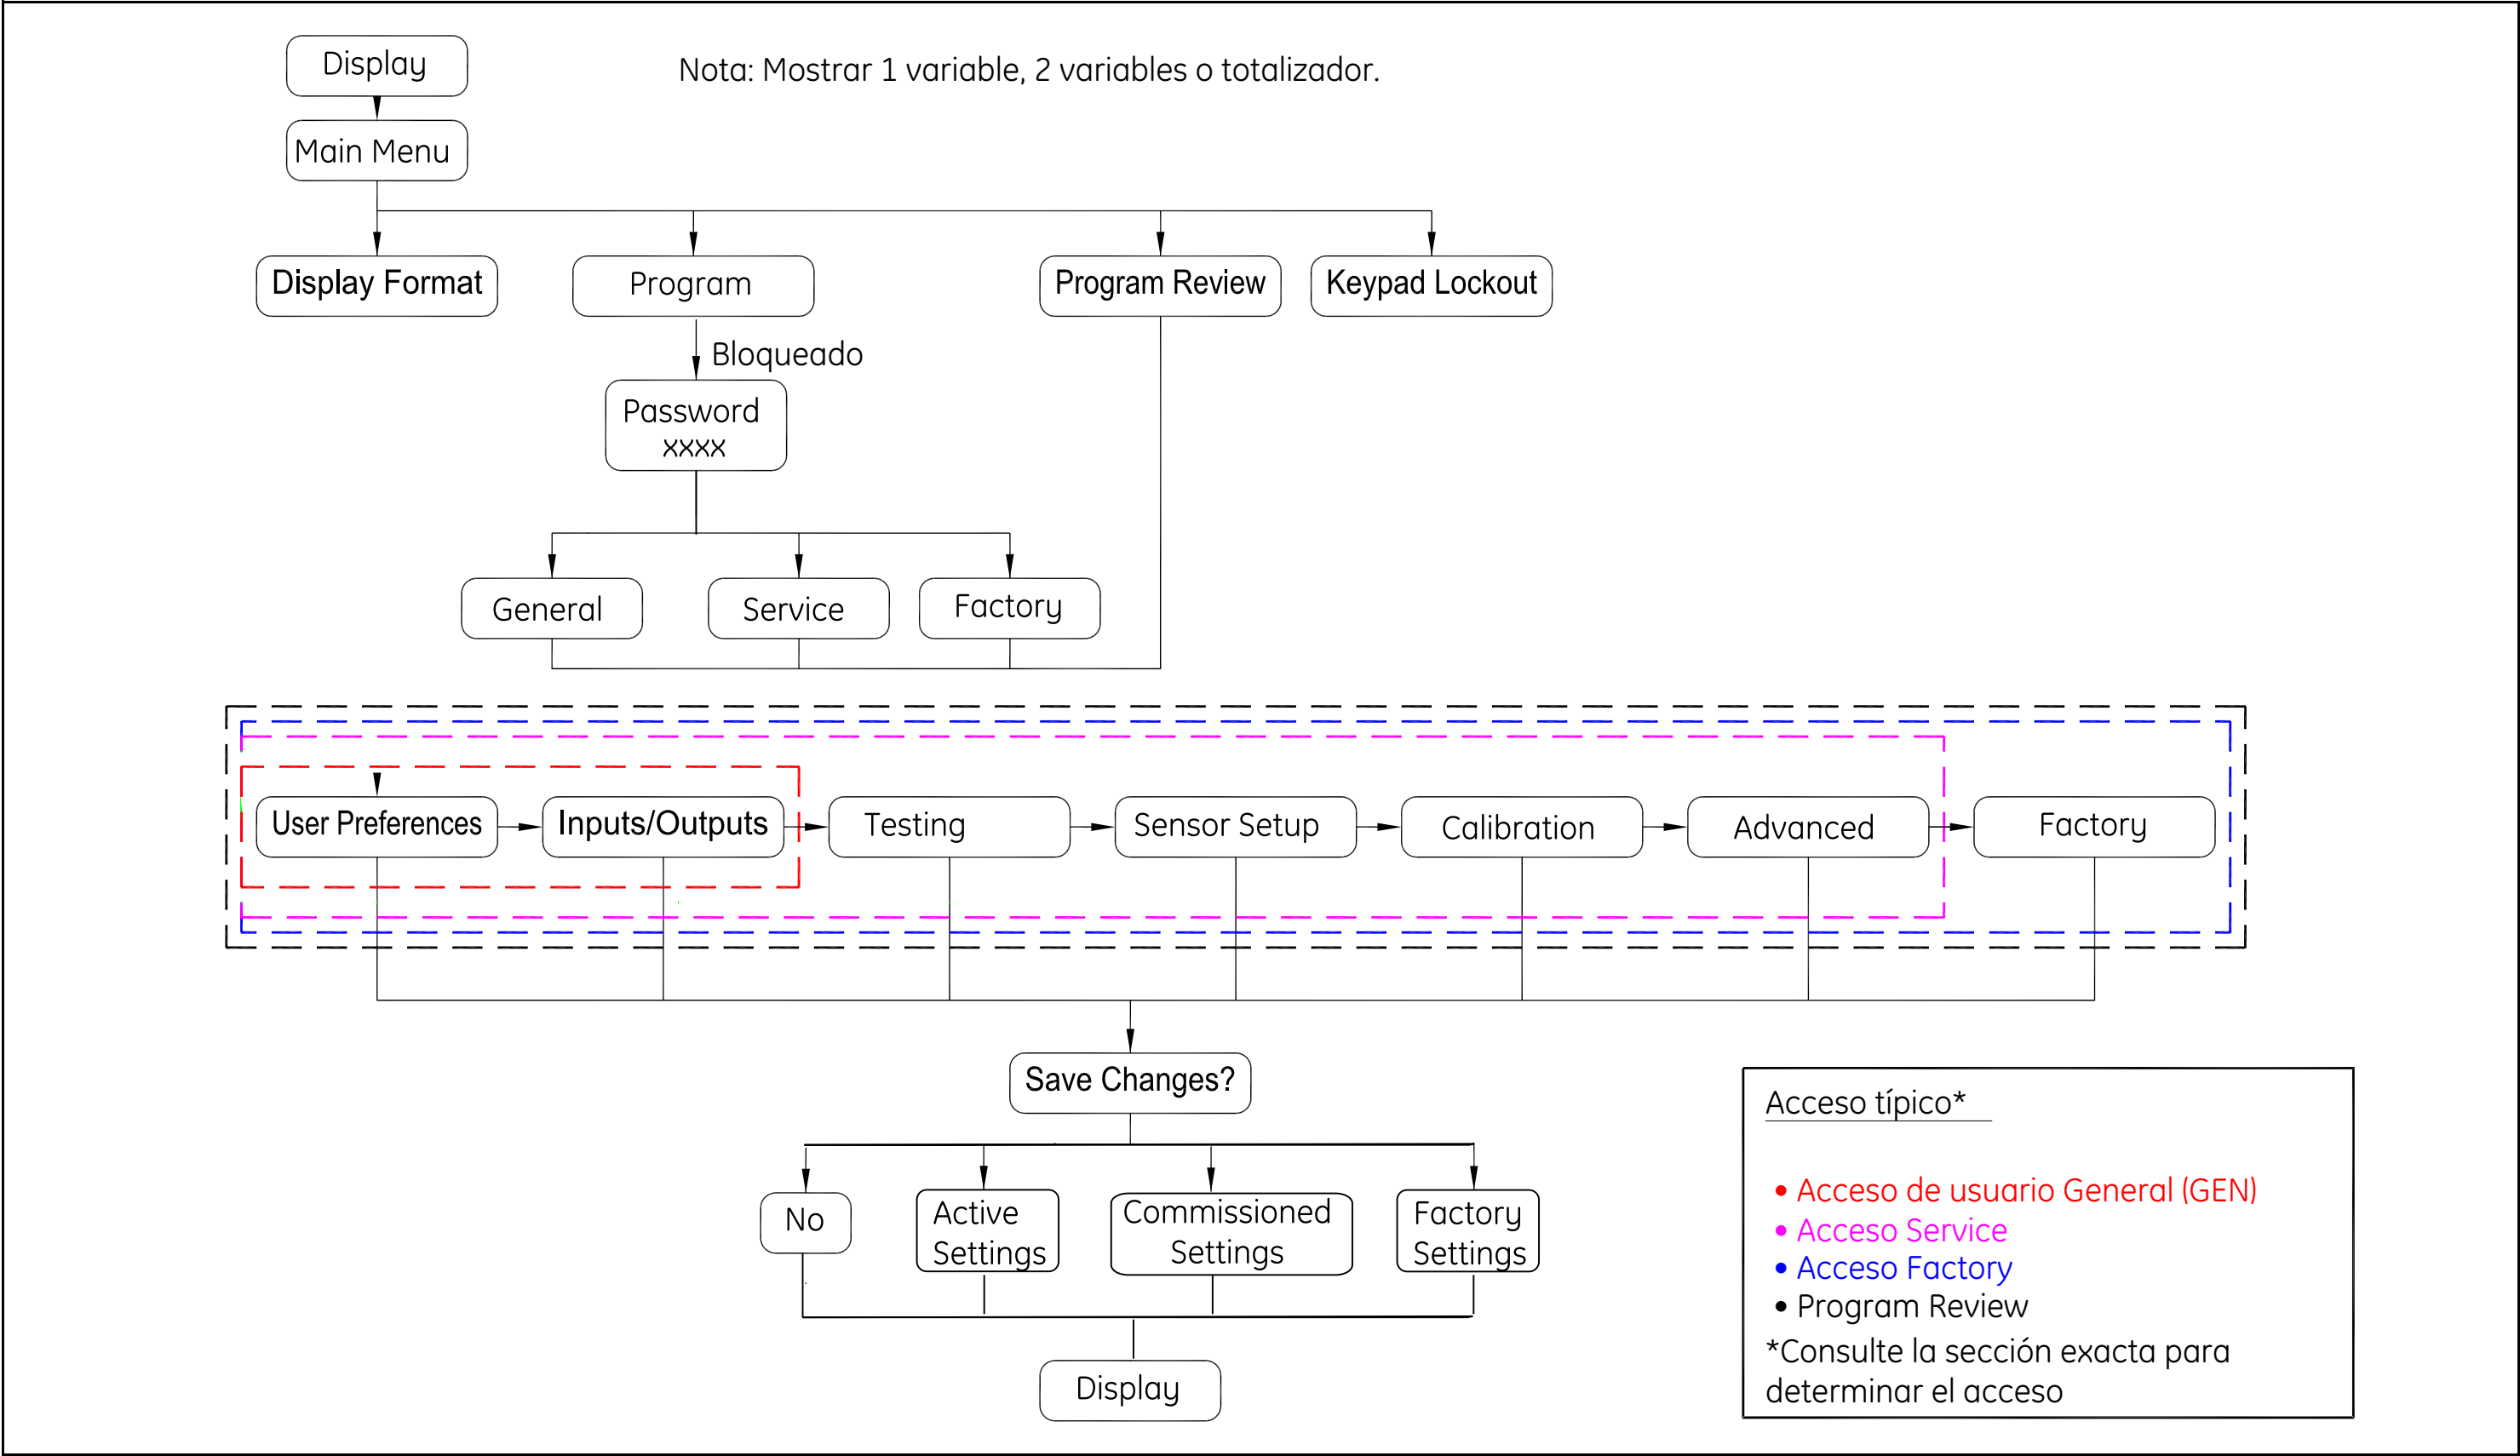

Figura 24: Descripción general de la programación del medidor
- Figura 24, “Descripción general de la programación del medidor,” en la página 80